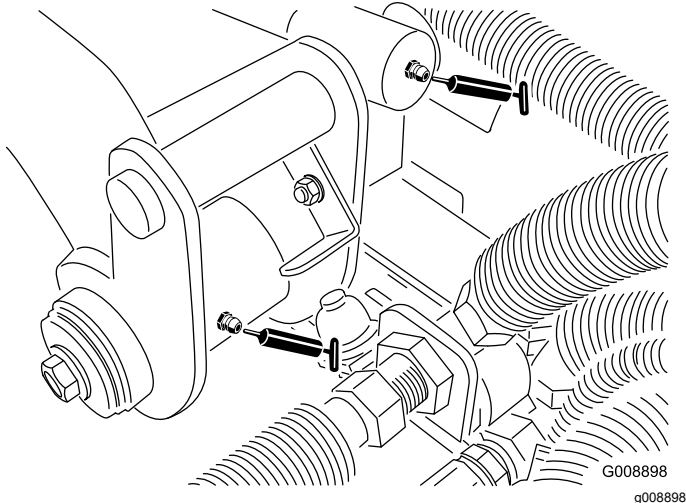

Bild 64
- Hintere Hubarm-Drehbüchsen und Hubzylinder (zwei Schmiernippel – Bild 64)